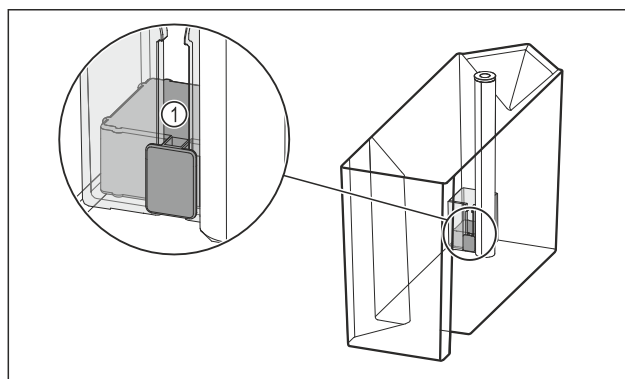

Fig. 165
- ▶ Проверьте, не застрял ли поплавок Fig. 165 (1).